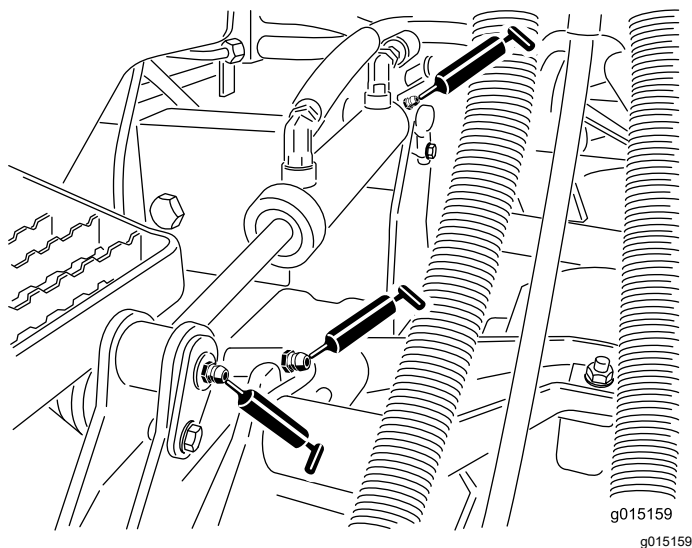

Figura 84
- Casquilhos do braço de elevação (1 por unidade de corte) (Figura 84)
- Casquilhos do cilindro de elevação (2 por unidade de corte) (Figura 84)